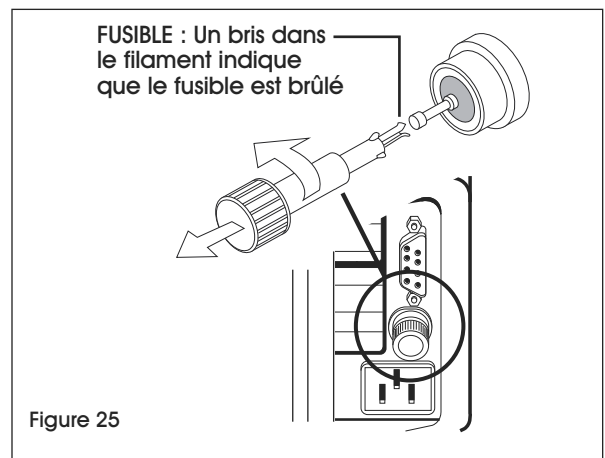

Figure 25
- Si la prise est en bon état, retirez le porte-fusible du panneau électrique à l'arrière du distributeur et vérifiez s'il est brûlé. Un bris du filament (le fil mince qui court le long du fusible) est un indice que le fusible est brûlé. (Voir Figure 25) Utilisez un testeur de continuité pour vérifier le fusible si vous avez des doutes.